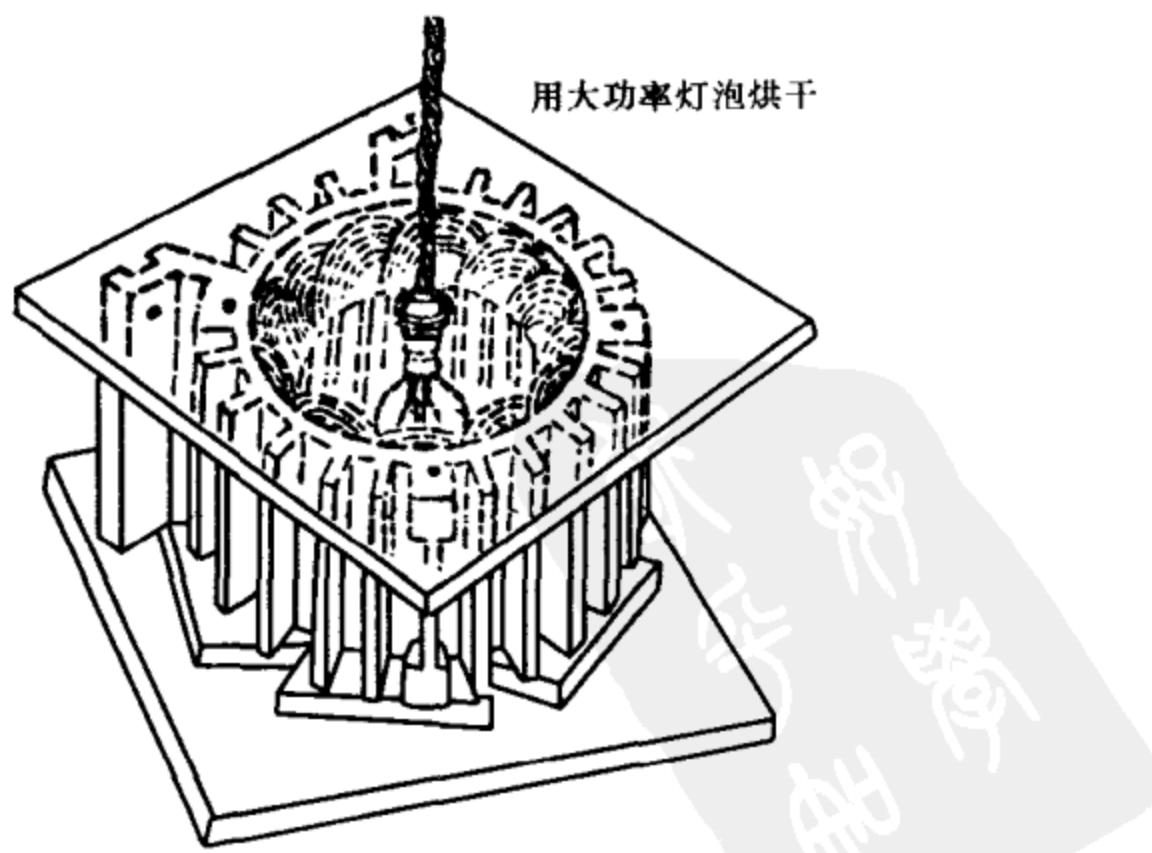
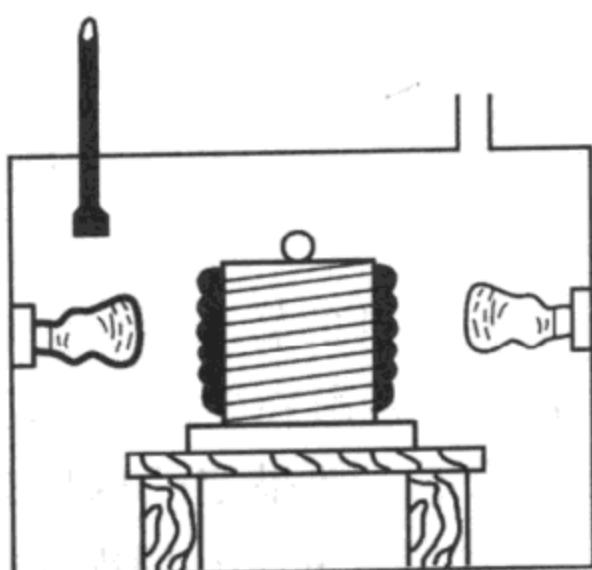

图 3-62 大功率灯泡烘干电动机示意图
图 3-63 红外灯泡
1) 灯泡烘干法。最简单的方法是把电动机的转子拆除，将定子垂直放置，把 100W 以上的大功率灯泡悬吊在定子铁芯腔内，不可贴住线圈，以免烘坏线圈的绝缘层，如果定子内腔较大，要多放几个大功率的灯泡。同时，电动机外壳下端四周要垫木块，使线圈不致受压，还要在上下端加盖木板，以减少热量散失，如图 3-62 所示。电动机也可平放，把灯泡放入定子内腔偏下一点的地方，在灯泡周围垫放铁丝网，以防烤坏线圈绝缘层。外壳盖上耐热物保温。由于灯泡离线圈较近，一般烘干温度保持在 100℃左右，烘干 24h 左右测量绝缘电阻，当连续 6h 能保持稳定的合格值时，烘干便可结束。如果有红外线灯泡更好，因为红外线发热效率高，透射能力强，能透入绕组内部而发热，故效果比白炽灯好，而且省电。自制一只如图 3-63 所示的烘干木箱，根据电动机的大小，可采用两个 300~500W 的灯泡两边布置，